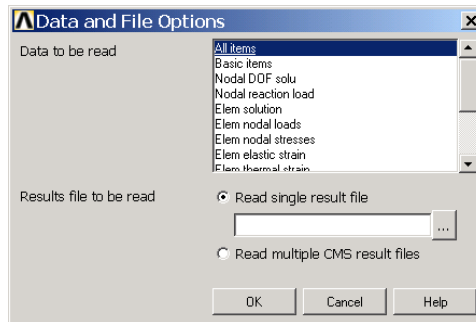

图6.8 选择结果数据
(1) 单击 Main Menu>General Postproc>Data & File Opts 菜单，将弹出如图 6.8 所示的【Data and File options】对话框。